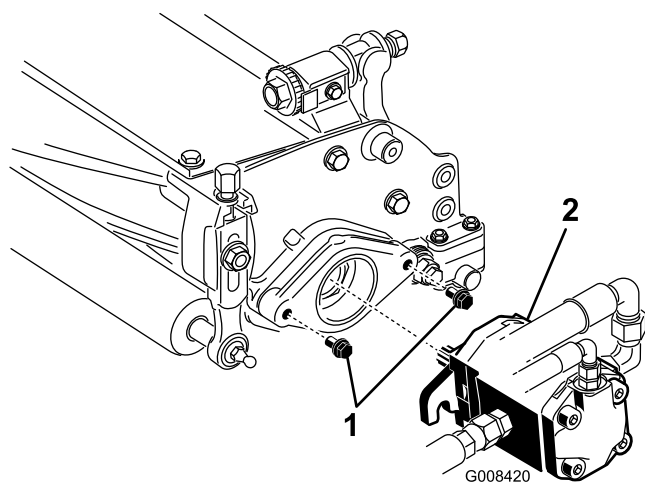

Bild 18
10. Bringen Sie die Befestigungsschrauben an, mit denen die Spindeltriebsmotoren an jedem Mähwerk befestigt werden. Lassen Sie ungefähr 13 mm Gewinde an jeder Befestigungsschraube sichtbar (Bild 18).
12. Fetten Sie die Keilwelle des Motors mit frischem Fett ein und bringen den Motor durch Drehen nach rechts an, so dass die Motorflansche von den Bolzen entfernt sind. Drehen Sie den Motor nach links, bis die Flansche die Bolzen umhüllen (Bild 18).
13. **Ziehen Sie die Befestigungsschrauben fest** (Bild 18).